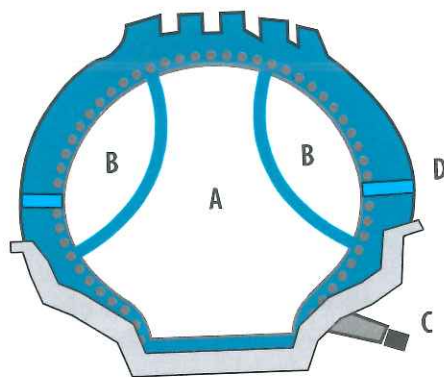

Figura 11.11
1. *Neumáticos con cámara múltiple de aire (Kleber)*. La estructura de este neumático es radial y carece de la cámara de aire normal, que en este caso, como puede apreciarse en la figura 11.11, está dividida en tres compartimentos y cada uno con su correspondiente válvula.